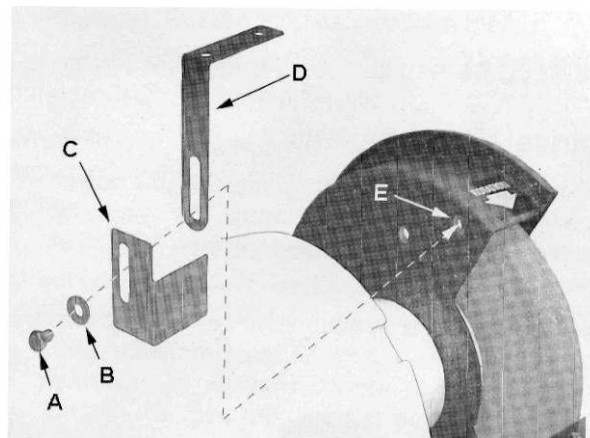

Рис.2
2..... Искрогасители .....	(43) (44)
4..... Гайки .....	(47)
*Искрогасители, установочные кронштейны защитного козырька для глаз, блоки защитных козырьков для глаз и необходимые для монтажа детали* упакованы в пластиковый пакет, включенный в комплект поставки шлифовального станка. Рисунки 2 и 3 демонстрируют сборку для *правостороннего* искрогасителя и защитного козырька для глаз. Все детали одинаковые, кроме того, что имеются правый и левый искрогасители. Смотрите на Рисунок 2, чтобы убедиться, что вы установили их правильно.
Ссылаясь на Рисунок 2: